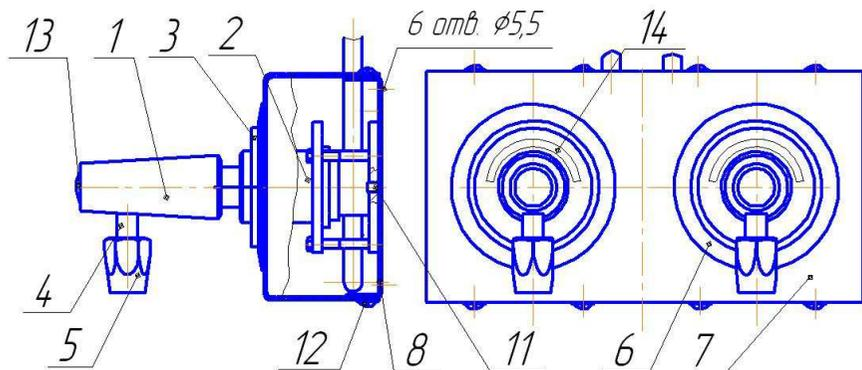

Рис.1 СКБ-1 ДЖЕТ 378 00 00 00
4.1 СКБ-1 в сборе (см. рис.1) состоит из двух штукеров газовых 1, двух клапанов газовых 2, коробки монтажной, состоящей из крышки 7 и основания 8.
4.6. Для выключения СКБ-1 необходимо нажать до упора планку запорную 3 (см. рис.1) и вынуть штуцер газовый 1 из клапана газового 2.
5.1 Для установки СКБ-1 см. рис.1 необходимо: